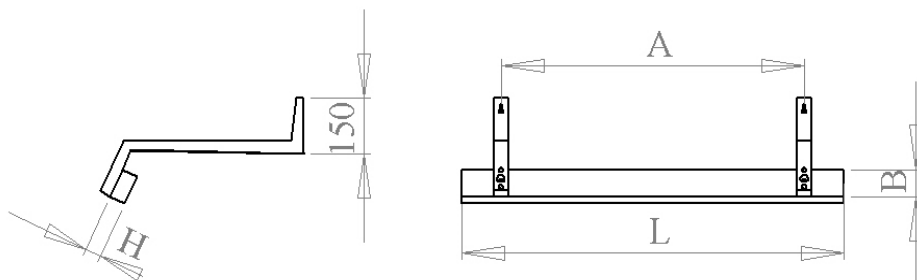

Рис.1 –Общий вид светильника MasterLED
- 4.1 Общий вид светильника приведен на рис. 1.